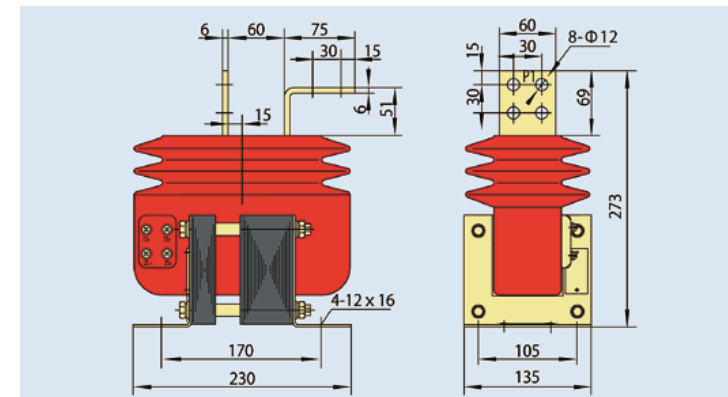

Рис. 6.2 Внешний вид и размеры трансформатора тока LAJC-10 400~1000 А
6.2 Внешний вид и размеры трансформатора тока LAJC-10 400~1000 А (см. рис. 6.2)